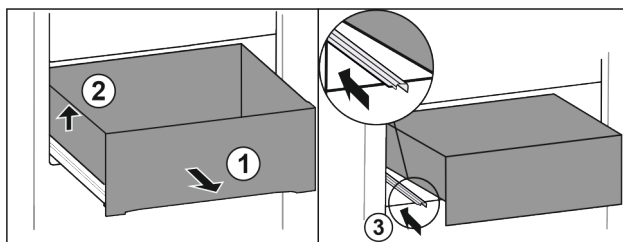

Fig. 96
- Tërhiqni sirtarin jashtë deri në fund. Fig. 96 (1)
- Ngrini lart sirtarin majtas. Fig. 96 (2)
- Shtyni brenda shinën e majtë. Fig. 96 (3)